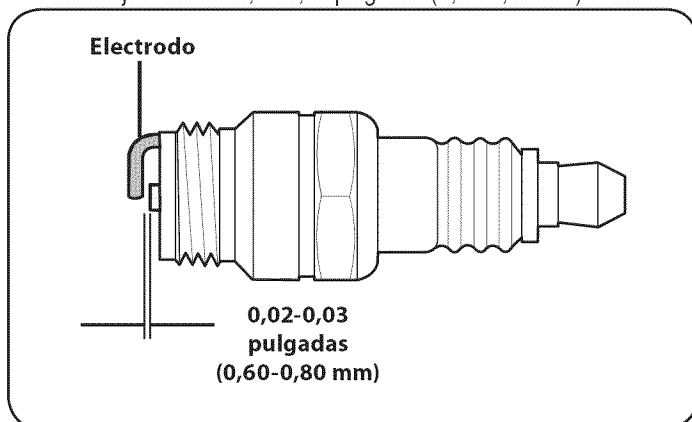

Figura 13
3. Mida la separación de bujía con un calibre. Realice los ajustes necesarios torciendo el electrodo lateral, Figura 13. La separación debe ajustarse en 0,02-0,03 pulgadas (0,60-0,80 mm).